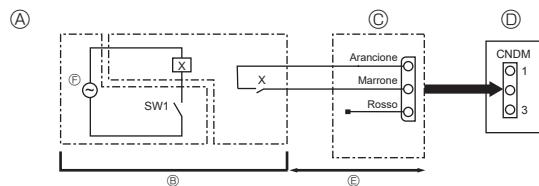

Fig. 8-1
- ① Alimentare l'impianto (interruttore automatico).
- ② Una volta che la valvola di arresto del liquido si chiude, impostare lo switch SWP sul pannello di comando dell'unità esterna su ON. Il compressore (unità esterna) e i ventilatori (unità interna ed esterna) iniziano a funzionare e la fase di recupero del refrigerante comincia. I LED1 e LED2 sul pannello di comando dell'unità esterna sono accesi.
8.1. Modalità bassa rumorosità (modifica in loco) (Fig. 8-1)